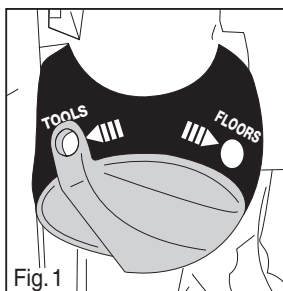

Fig. 1
- Gire la perilla selectora de la trayectoria del aire a 'tools' (herramientas) (Fig. 1).